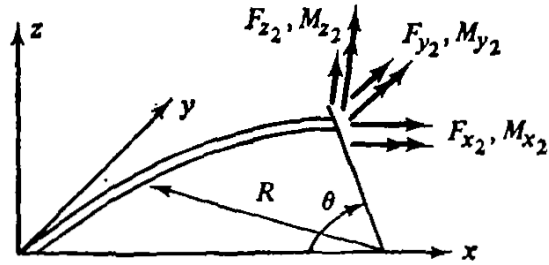

Рис. P2.7.
7. Постройте матрицу $[R]$, отвечающую равновесию изогнутого балочного элемента, лежащего в плоскости $x - y$, как показано на рис. P2.7.